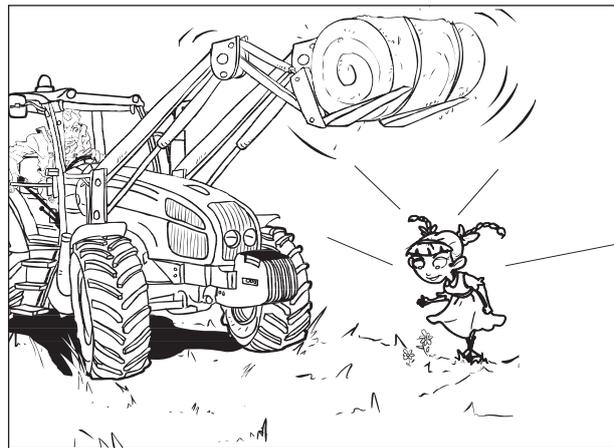

Abb.2-17
- Alle anderen Personen aus Ihrem Arbeitsbereich heraus halten. NICHT gestatten, dass jemand unter einem gehobenen Anbaugerät steht oder hergeht (Abb. 2-17).
**GEFAHR:** Ladungen NIE über Personen heben (Abb. 2-17).